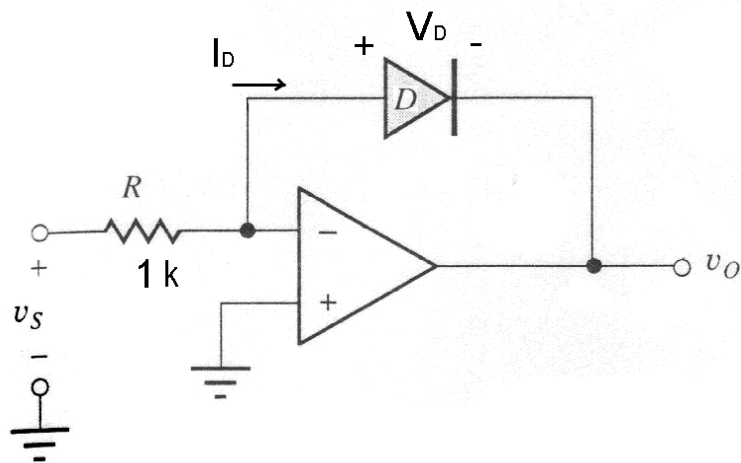

Figura 9 Amplificatore logaritmico a diodo
Un'altra particolare configurazione dell'amplificatore operazionale è quella dell'amplificatore logaritmico. Nell'esercitazione è proposta la versione più semplice (Figura 9), anche se è quella meno utilizzata perché afflitta da diversi inconvenienti.
- Montare il circuito dell'amplificatore logaritmico come mostrato in Figura 9.
Figura 12 montaggio suggerito per il circuito di Figura 9